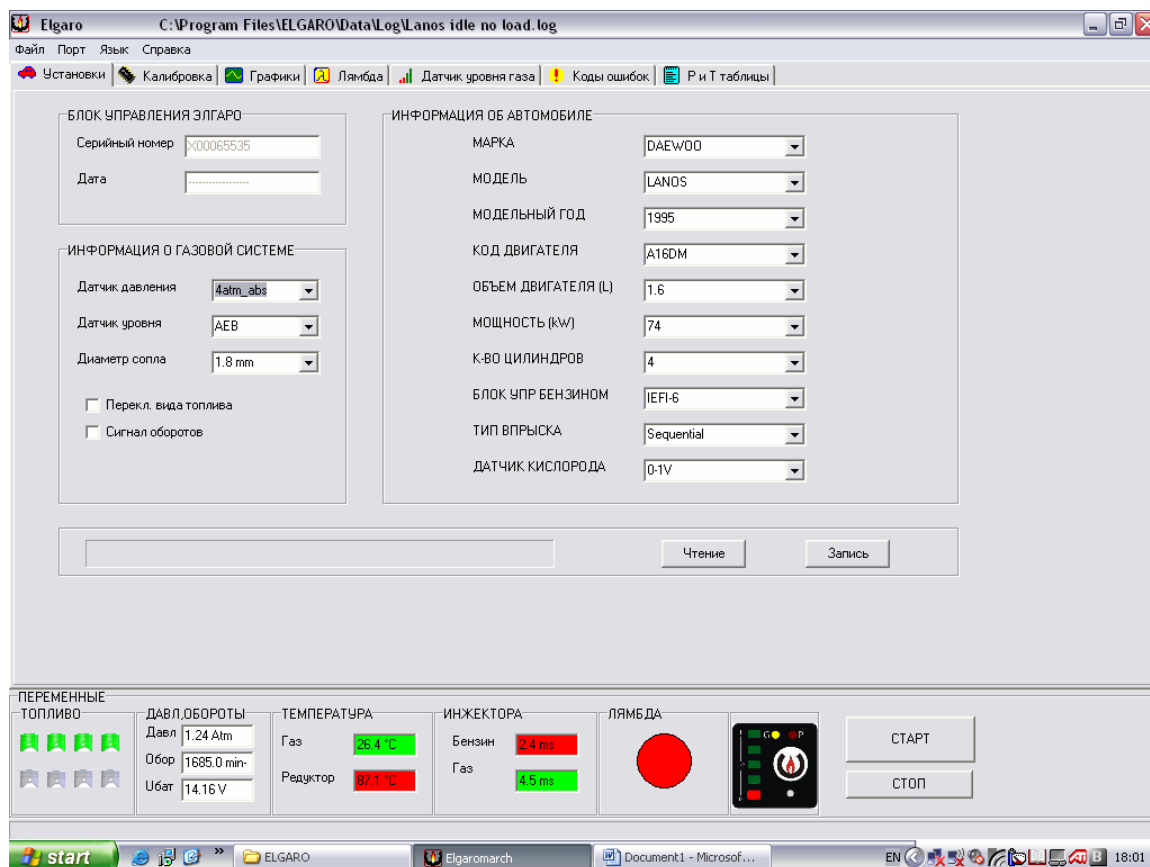
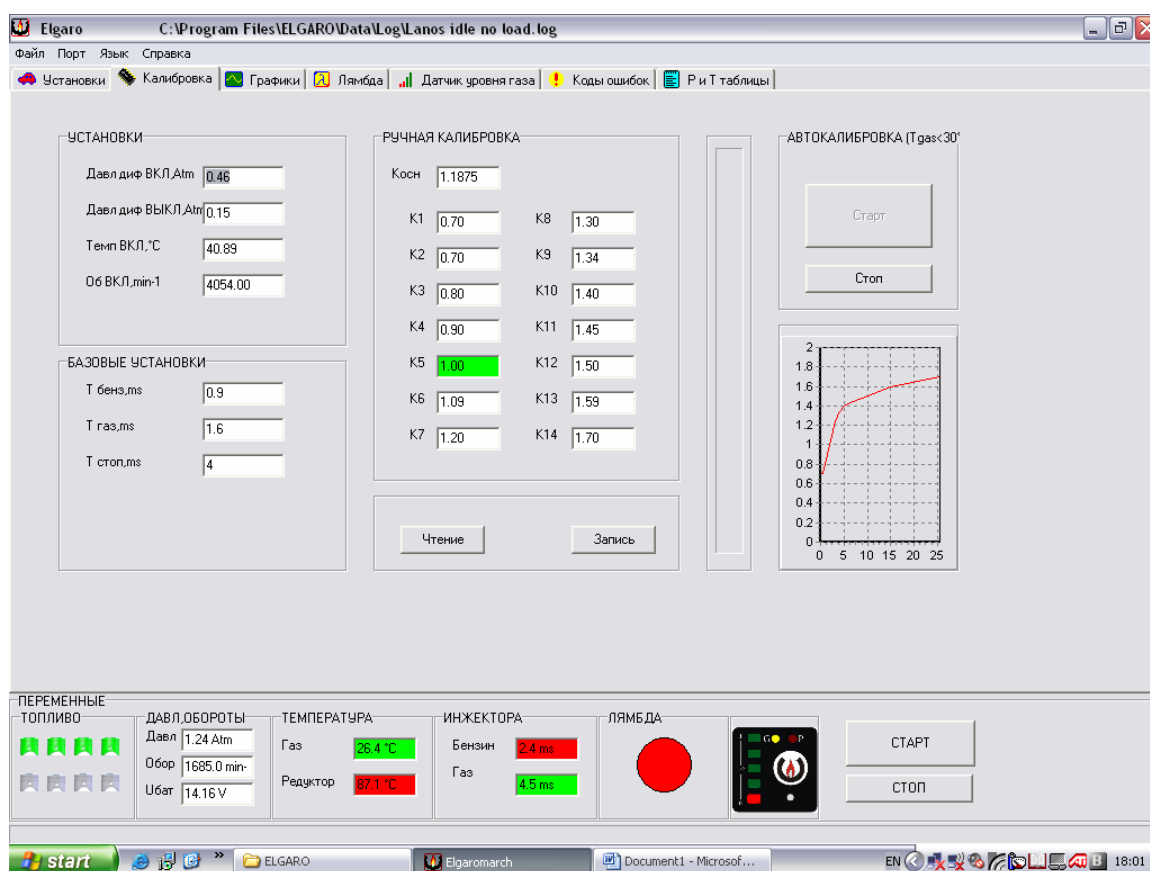

Рис. 1. Окно setup вновь установленного блока управления до калибровок
Рис. 2. Окно Calibration вновь установленного блока управления с параметрами от производителя
- 2.2.4 Запустите диагностическую программу ELGARО, и в диалоговом окне **Калибровка** нажмите кнопку **Чтение**. При правильном выполнении вышеуказанных операций Вы увидите на листе **Калибровка** параметры системы, а на листе **Установки Серийный номер Дата** прошивки блока управления и информация о компонентах газовой системы. (Рис. 1 и Рис. 2);